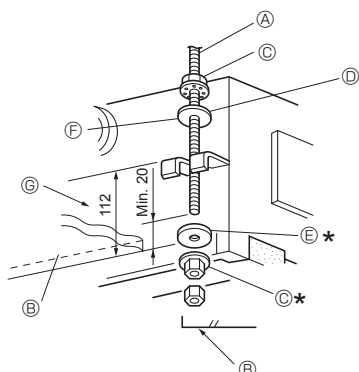
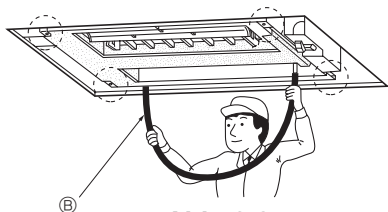

Abb. 2-7
Abb. 2-8
- Unterlegscheiben ① ② (mitgeliefert) und die dazugehörigen Muttern (vor Ort zu beschaffen) zunächst auf die Aufhängungsschraubbolzen aufschrauben. (Abb. 2-7)
- \* Dies muss in nachstehender Reihenfolge geschehen (von oben): Mutter, Unterlegscheibe mit Isolierung ②, Unterlegscheibe ohne Isolierung ①, 2 Muttern.
- \* Unterlegscheibe mit Isolierung ② mit der isolierten Fläche nach unten zeigend, wie in der Abbildung dargestellt, in Stellung bringen.
- Die Anlage in die vorgesehene Stellung anheben und ordnungsgemäß mit den Aufhängungsschraubbolzen ausrichten. Die Klammer zwischen Unterlegscheiben ① ②, die bereits angebracht wurden, einsetzen und befestigen. Dies an allen vier Stellen vornehmen.
- Ⓐ Aufhängungsschraubbolzen (3/8" oder M10) Ⓔ Unterlegscheibe ①
- Ⓓ Unterlegscheibe ② (mit Isolierung)
- Sicherstellen, dass alle vier Ecken waagrecht ausgerichtet sind. Dazu eine Wasserwaage oder einen durchsichtigen mit Wasser gefüllten Kunststoffschlauch verwenden. (Abb. 2-8)